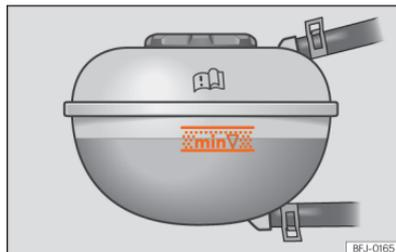

Abb. 222 Im Frontraum: Markierung am Kühlmittelausgleichsbehälter.
- Überprüfen Sie bei kaltem Motor den Kühlmittelstand an den seitlichen Markierungen des Ausgleichsbehälters »» **(Abb. 222)**. Der Kühlmittelstand muss zwischen den Markierungen liegen.
- Der Kühlmittelstand muss sich zwischen den Markierungen des Ausgleichsbehälters befinden »» **(Abb. 222)**. **Nicht über die Oberkante des markierten Bereichs auffüllen** »» .
- Das Kühlmittel darf beim Auffüllen die Oberkante des markierten Bereichs nicht überschreiten >>> [Abb. 222]. Andernfalls kann überschüssige Flüssigkeit bei steigender Temperatur aus dem Motorkühlsystem ausgestoßen werden und Schäden verursachen.